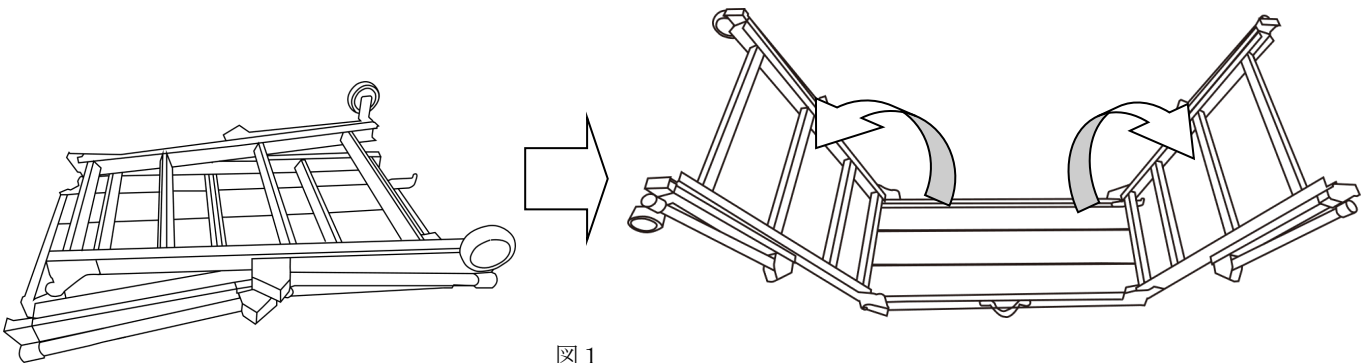

図1
①本商品の天板(作業床)を地面側に向けて置き、両脚部が止まるまで外側に向けて開いてください(図1参照)。